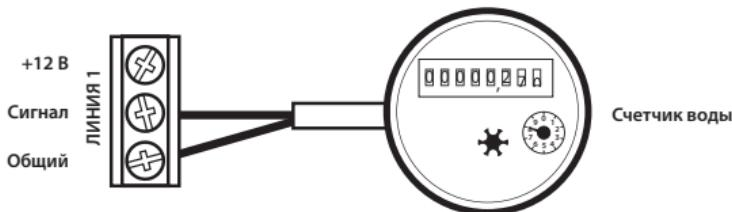

Рис. 3. Схема подключения прибора учета воды (счетчик) к модулю управления PROW+WiFi.
- Прибор учёта подключается на одно из мест для датчиков контроля протечки воды (рис. 3). Конфигурирование входов осуществляется в приложении Neptun ProW+WiFi Вашего смартфона.